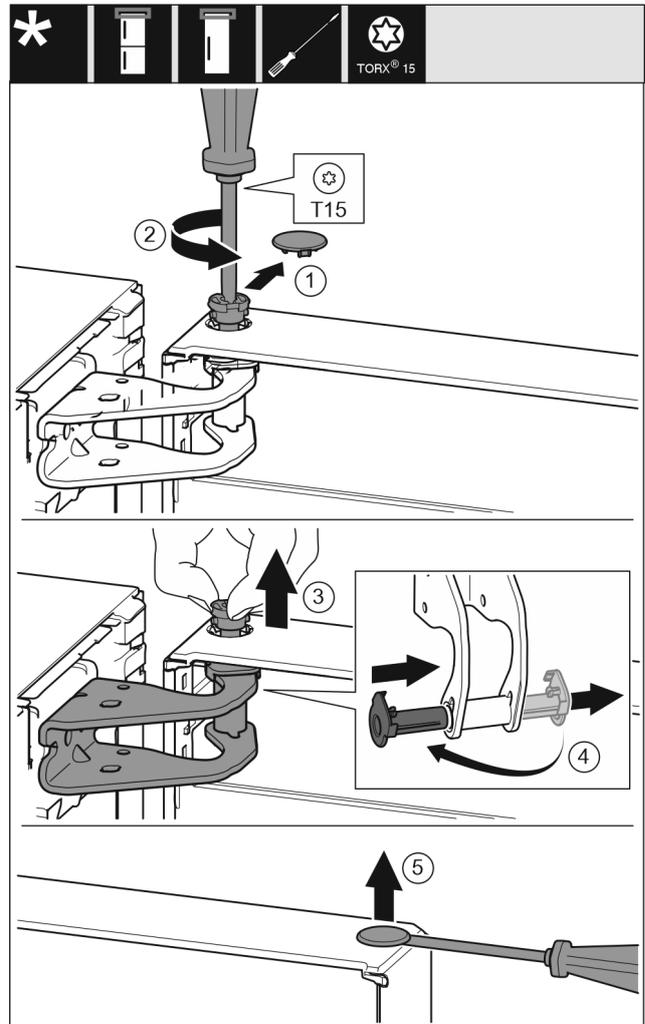

Fig. 9
- ▶ 小心拆下安全盖。Fig. 9 (1)
- ▶ 用 T15 螺丝刀拧下一枚螺栓。Fig. 9 (2)
- ▶ 抓紧门并用手指拔出螺栓。Fig. 9 (3)
- ▶ 将轴衬从导向装置拉出。从另一边装入并卡到位。Fig. 9 (4)
- ▶ 用带槽螺丝刀小心地从门轴衬上提起堵头并将其拉出。Fig. 9 (5)